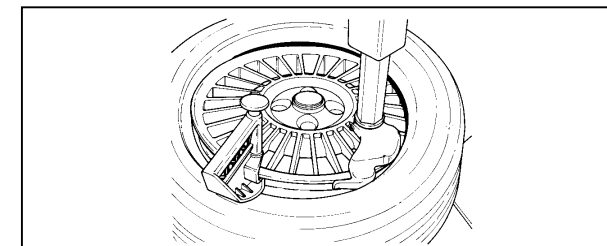

Fig. 18
C. Monter le talon supérieur de la même façon (Fig.18).
Follow these instructions using the optional bead clamp (Fig. 18), part #6410190.